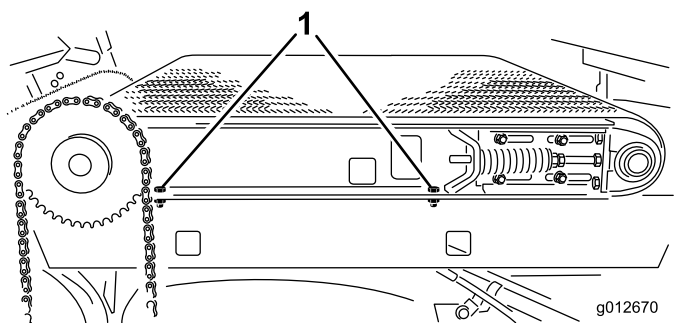

Figure 28
4. Sur le côté droit de la machine, desserrez les 2 vis qui fixent le rail du cadre coulissant à l'aile droite (Figure 28). Desserrez suffisamment les vis pour permettre au plateau coulissant de basculer.